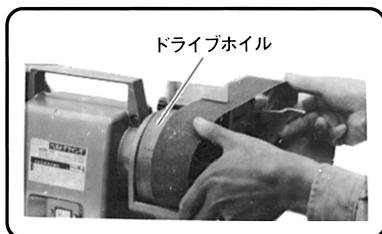

図 17
- (3) 研磨ベルトは内側の矢印をドライブホイールの回転方向に合わせ、両プーリに掛けます。(図17)